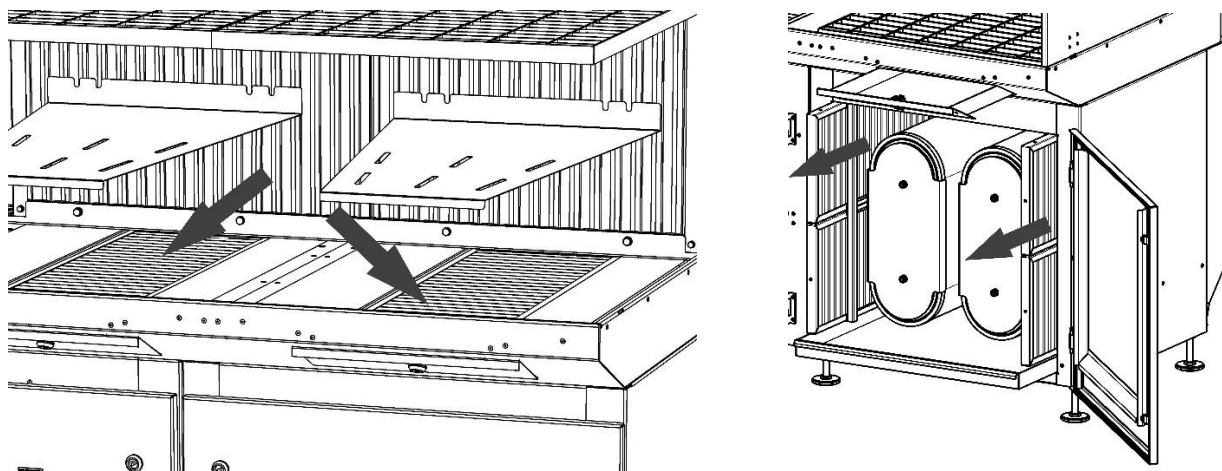

Рисунок 14
1) демонтировать обе колосниковые решётки и оба отражателя со столешницы, открыть дверь фильтровальной камеры (рисунок 14);